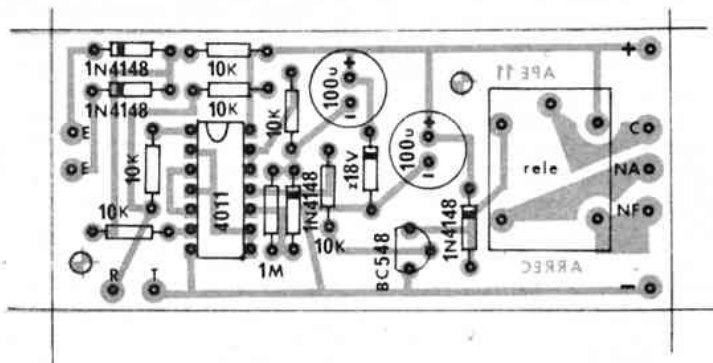

Fig. 3
O "chapeado" da montagem propriamente está na fig. 3, que mostra a placa pelo lado não cobreado (todos os componentes já posicionados). Observar rigorosamente as posições dos Integrados, diodos, polaridade dos eletrolíticos, etc. As ilhas periféricas marcadas com (+) e (-) referem-se à entrada da alimentação, e as marcas com (S) (S) destinam-se à saída para o transdutor piezo.
Na fig. 3 o hobbysta tem o "chapeado" da montagem, ilustrando o lado não cobreado da placa, com as peças colocadas, devidamente identificadas pelos seus valores, códigos, polaridades, etc. Os componentes que requerem atenção são os "famosos" polarizados: transistor, diodos, zener e eletrolíticos. O relê também tem posição certa para ser ligado, porém, a sua configuração de pinos **apenas** permite a sua inserção na placa na condição correta, "sem chance" de erros...